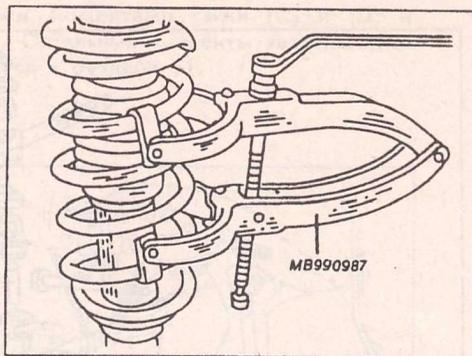

Рис. 205. Устройство для сжатия винтовой пружины для разборки амортизационной стойки. На рис. 219 показана маркировка пружин.
- Согласно рис. 205 снять винтовую пружину.